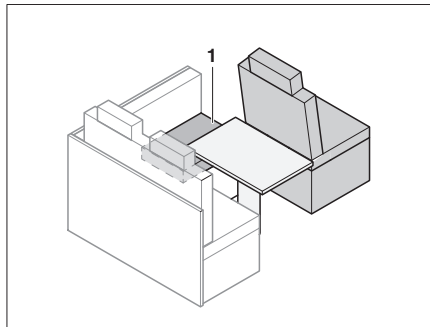

Bild 189 Före ombyggnaden
- Lägg sittdynan (Bild 189,1) åt sidan.